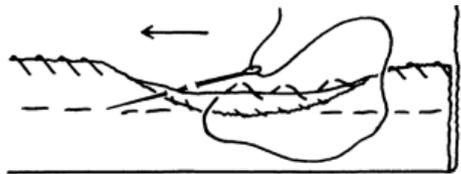

Рис. 8
ПОТАЙНЫЕ СТЕЖКИ (РИС. 8)
1. Большим пальцем правой руки удерживайте край подгиба, отворачивая его по мере выполнения шва (рис. 8). Закрепите нить с правого конца.
2. Сделайте маленький стежок «вперед иголку» рядом со сгибом припуска на подгиб. Затем сделайте наклонно влево простой подшивочный стежок, вводя иглу с изнаночной стороны подвернутого края у основания обметки (рис. 8).